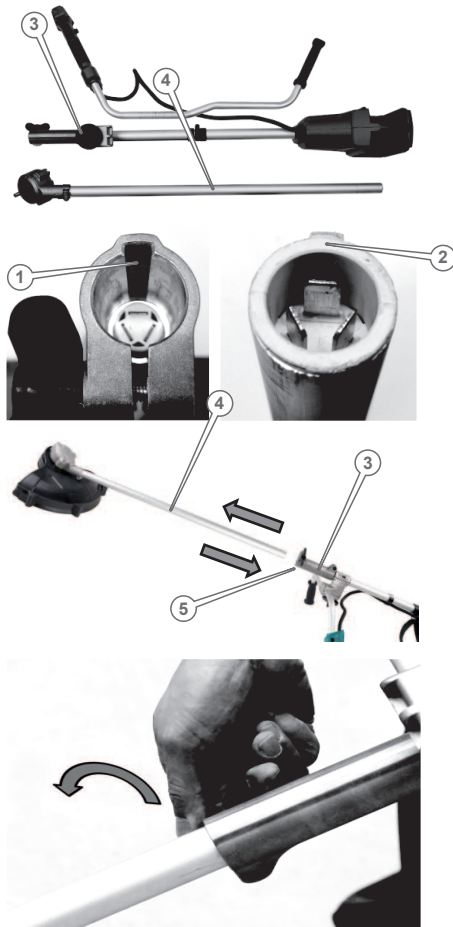

Рисунок 2. Схема складання штанги електрокоси.
1. Поєднати паз (2, рис. 2) нижньої частини штанги (4, рис. 2) з канавкою (1, рис. 2) у верхній частині штанги (3, рис. 2) і вставити його до упору так, щоб не пошкодити контакти роз'єму живлення.
2. Затягнути частини штанги фіксатором (5, рис. 2) за рухом годинникової стрілки.